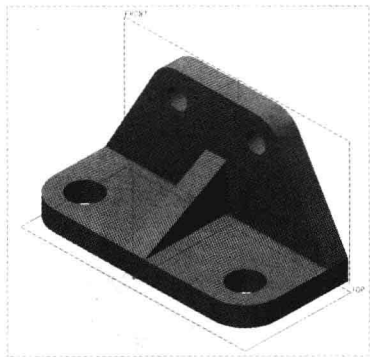

图4-61 图形文件
Step 01 按【Ctrl+O】组合键,打开图形文件,如图4-61所示。